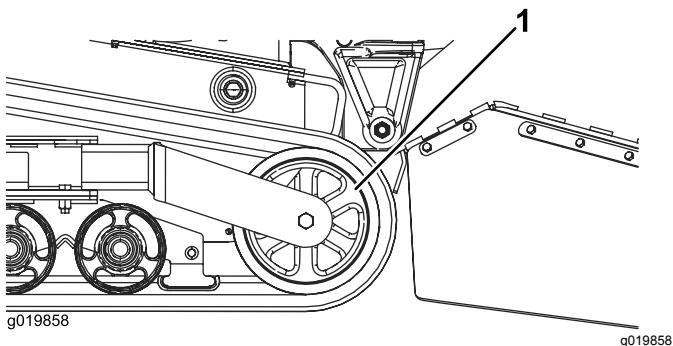

Bild 49
5. Drücken Sie das Spannrad ganz nach hinten (Bild 49).
7. Wenn Sie die Kette vom Spannrad entfernt haben, nehmen Sie sie von der Maschine ab (Bild 49).